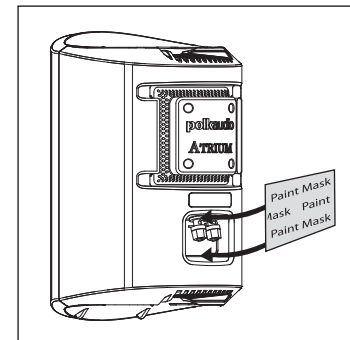
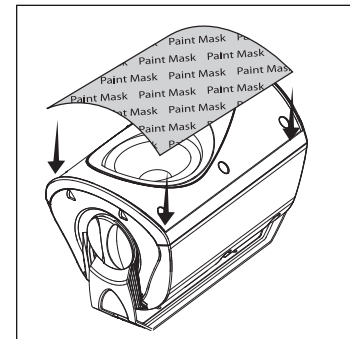

ABBILDUNG 6: Decken Sie die Terminals auf der Lautsprecherrückseite ab.
ABBILDUNG 7: Decken Sie die Treiber und Schallwände ab.
2. Decken Sie die Terminals auf der Rückseite des Lautsprechers [Abbildung 6], die Endplatten und Halterungs-Rändelschrauben ab, und gehen Sie bei der Abdeckung der Vorderseite des Lautsprechers sorgfältig vor, um die Treiber und die Schallwand vor einem versehentlichen Lackieren zu schützen [Abbildung 7]. Der Lautsprechergrill verfügt über ein Logo, das Sie abdecken können, wenn Sie es nicht lackieren wollen.